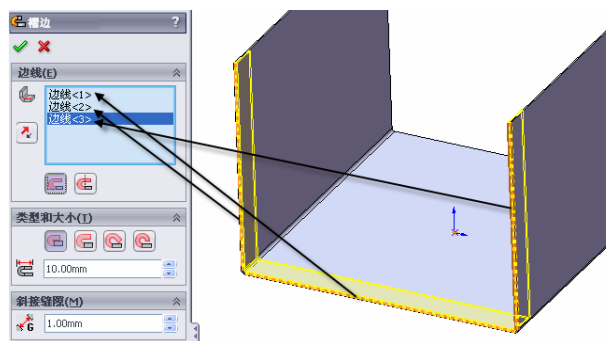

图 10-69 生成“褶边”特征操作
④ 生成“褶边”特征。选择菜单栏中的“插入”→“钣金”→“褶边”命令，或者单击“钣金”工具栏中的“褶边”图标。在属性管理器中单击“材料在内”图标，在“类型和大小”栏中单击“闭环”图标，其他设置如图 10-69 所示。单击鼠标拾取图 10-69 中所示的 3 条边线，生成“褶边”特征，最后，单击“确定”图标。